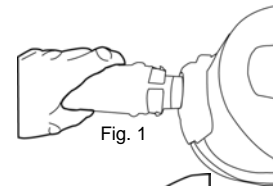

Fig. 1
1. Inserte la manguera flexible en la entrada de aire. Presione hasta escuchar un "clik" indicando que se ha trabado en su lugar. (Fig. 1)